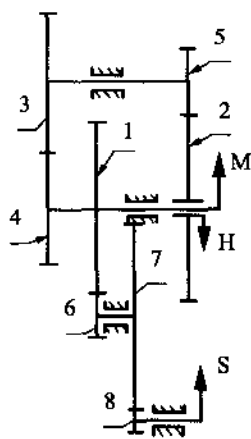

图8
17. 图8所示为一钟表机构, 运动由轮3输入, 分别输至秒针S、分针M、时针H。已知各轮齿数: $z_4 = 15$, $z_5 = 12$, $z_6 = 8$, $z_7 = 60$, $z_8 = 8$, 且2、3、4、5各轮模数相同, 求1、2、3三轮的齿数。(提示: 要求指针保持秒、分、时的关系)